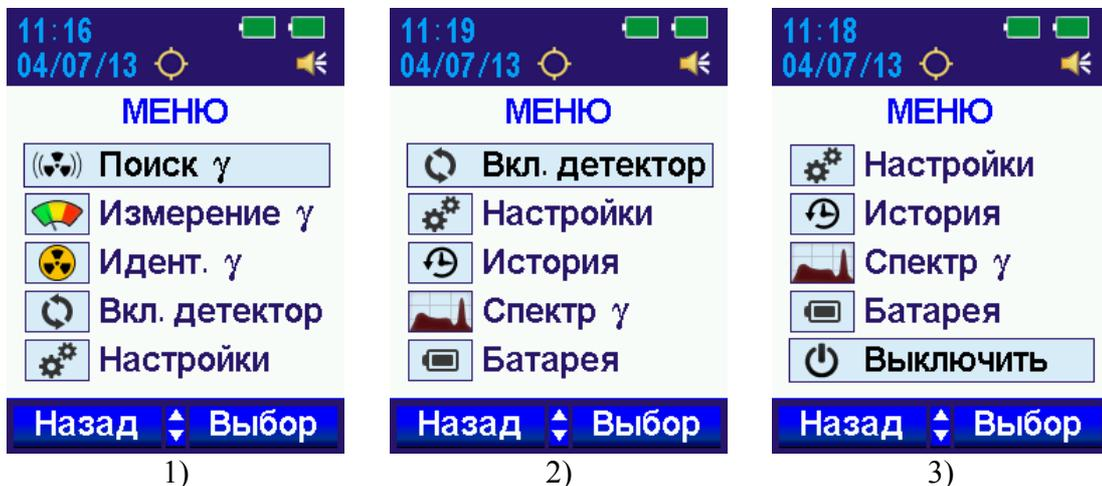

Рисунок 7.4
После окончания тестирования и калибровки в меню отображаются пункты "Поиск γ ", "Измерение γ ", "Идент. γ ", свидетельствующие о корректном подключении БДГ1 к БОИ, рисунок 7.4 (1). В случае, если БДГ1 подключен, а на ЖКИ БОИ не отобразились перечисленные выше пункты меню, то следует в меню БОИ выбрать строку "Вкл. детектор", рисунок 7.4 (2).
В режим измерения МЭД фотонного излучения БДГ1 входит при выборе пункта меню "Измерение γ ", рисунок 7.4 (1). В этом режиме на ЖКИ БОИ индицируются непрерывно измеряемые значения МЭД фотонного излучения в мкЗв/ч, мЗв/ч, Зв/ч или мкР/ч, мР/ч, Р/ч.
В режим поиска БДГ1 входит при выборе пункта меню "Поиск γ ", рисунок 7.4 (1).